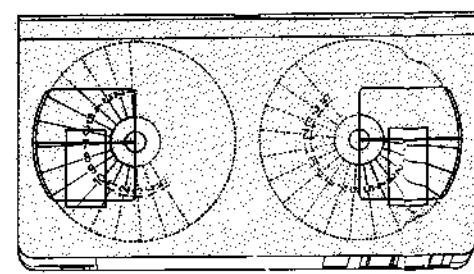

Fig. 2-2-2
- Auf die Oberseite der beiden Spulen Papier kleben (Mittelpunkt freilassen), siehe Bild 2-2-2.
- Dann das Band 15 Male um 1 cm verlegen und folgende Linien und Ziffern anordnen; Bild 2-2-2.